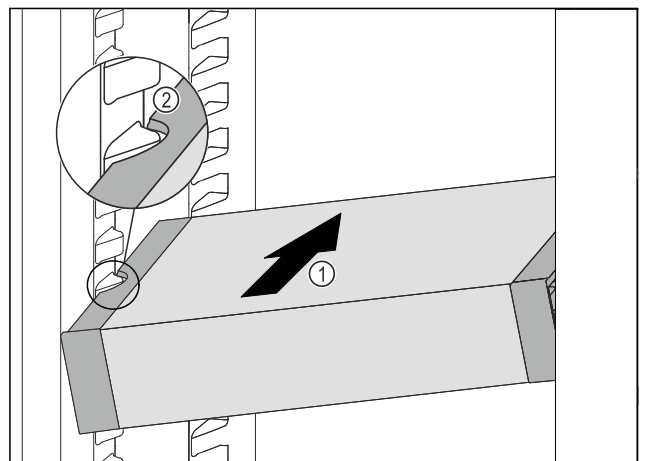

Fig. 110
- ▶ VarioSafe schräg in das Kühlteil einschieben Fig. 110 (1), bis sich die seitlichen Aussparungen Fig. 110 (2) des VarioSafes auf Höhe der Behälterrippe im Kühlteil befinden.